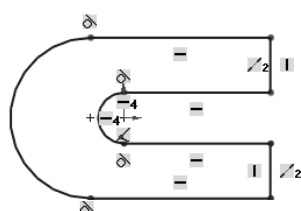

图 4.13.15 添加其他“相切”约束
Step6. 参照 Step5，添加如图 4.13.15 所示的其他“相切”约束。